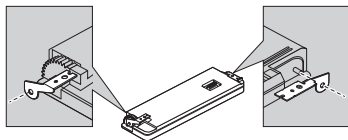

Abb. 10
1. Bringen Sie die Halter an beiden Seiten der Frontplatte an. (Abb. 10)